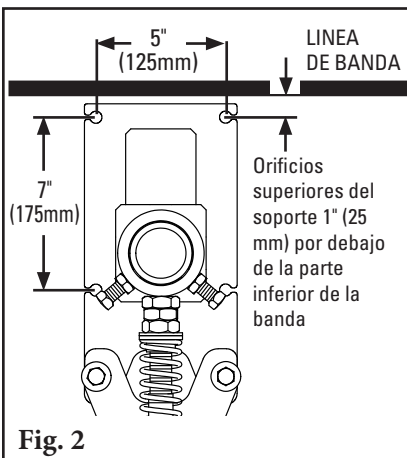

Fig. 2
2. **Instale el eje.** Inserte el ensamblaje del eje en la base de montaje instalada desde el interior. Luego deslice la base de montaje del lado opuesto en el eje y atornille en su lugar (Fig. 2).
2. **Instale las bases de montaje del tensionador.** Monte las bases a la estructura o chute de manera que orificios superiores del soporte 25 mm (1") por debajo de la parte inferior de la banda (Fig. 2)
2. **Elimine el ángulo de la hoja del eje.** Afloje las contratuercas de la mordaza de ángulo y los tornillos en ambos lados del limpiador (Fig. 2). Deslice las mordazas de ángulo de cada extremo de ángulo y retire el ensamblaje de ángulo de la hoja del eje.